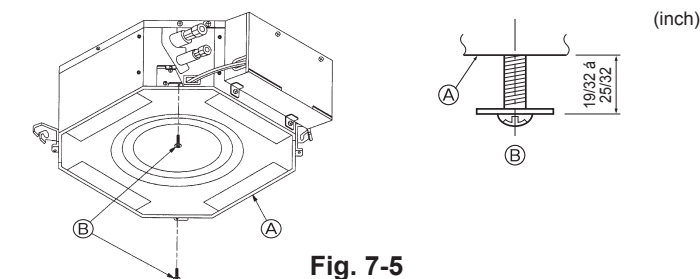
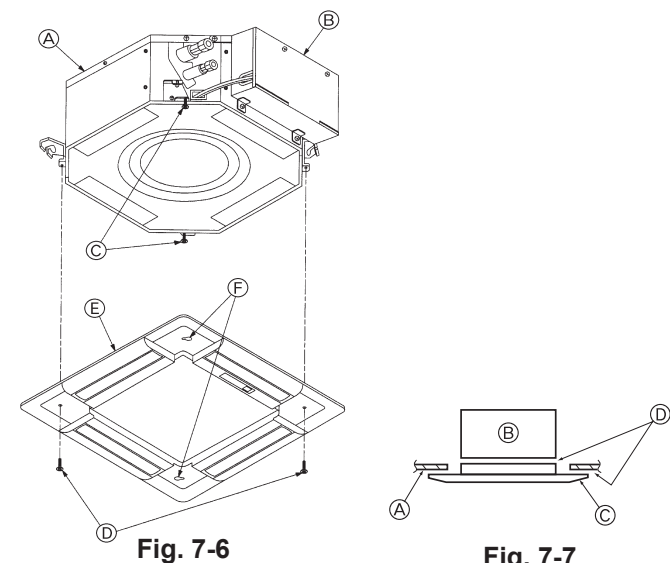
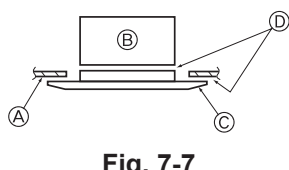

Fig. 7-5
Fig. 7-6
Fig. 7-7
7.3.1. Préparatifs (Fig. 7-5)
- (A) Appareil principal
- (B) Diagramme détaillé de la vis placée avec la rondelle d'étanchéité (accessoire).
7.3.2. Mise en place provisoire de la grille (Fig. 7-6)
- (B) Boîtier des composants électriques
- (C) Vis avec la rondelle d'étanchéité (mise en place provisoire)
- (D) Vis avec rondelle d'étanchéité (Accessoire)
- (E) Grille
- (F) Orifice en forme de cloche
7.3.3. Fixation de la grille (Fig. 7-7)
- (A) Plafond
- (B) Appareil principal
- (C) Grille
- (D) Vérifier qu'il n'y a pas d'espace.